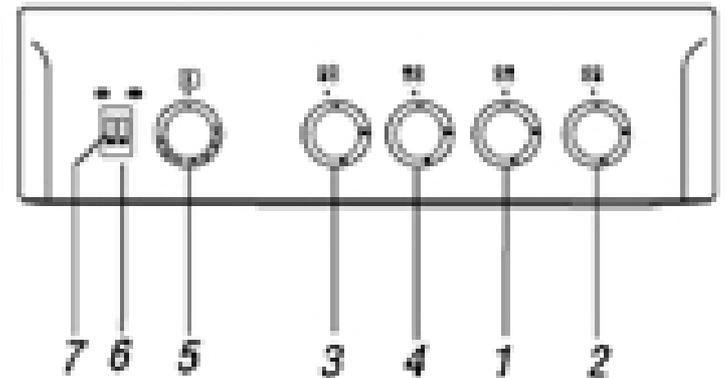

Figure 15
*c. Gril électrique : Ouvrez la porte du four et allumez le gril en appuyant sur le bouton (Fig 15, rep 6). Laissez fonctionner le gril pendant 15 minutes. Eteignez le gril et laissez refroidir.*
Modèle VST66104: Appuyez sur le bouton du gril électrique (Fig 15, Rep 7)